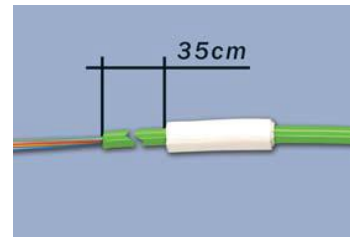

Bild 2
- 160 cm von der Absetzstelle entfernt die Bündeladern jeweils auf einer Länge von ca. 3 cm mit Gewebeband umwickeln, diese Stelle dient später zur Zugentlastung am Auszug der Box (vgl. Punkt 3.4), siehe **Bild 2**.